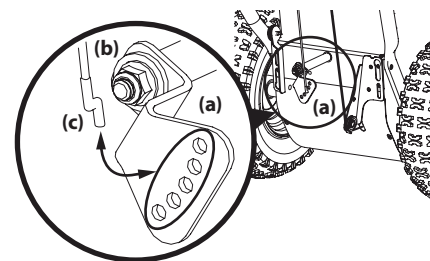

Figure 2-52
2. Relevez le support (a) pour réduire la tension du câble (b). Voir Figure 2-52.